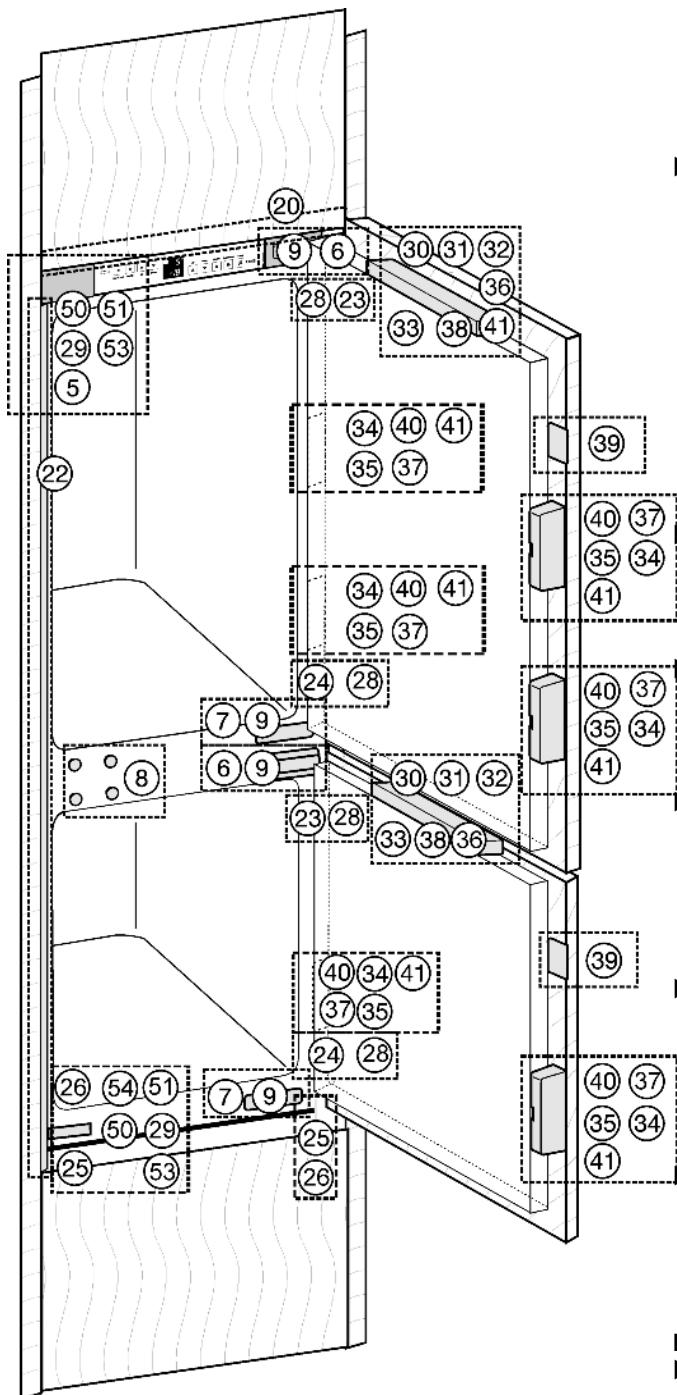
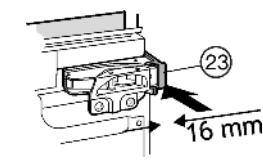
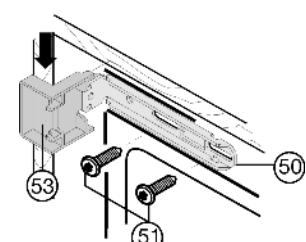
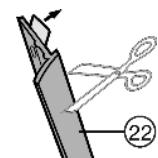

Fig. 8
Fig. 12
Fig. 13
Fig. 14
- Снимите крышки Fig. 8 (5,6,7).
- Зашелкните распорный элемент Fig. 12 (23) на верхнем и распорный элемент Fig. 8 (24) на нижнем шарнире.
- Наденьте верхнюю и нижнюю крышку Fig. 13 (53) на крепежный уголок Fig. 13 (50).
- Закрепите крепежный уголок Fig. 13 (50) вверху и внизу винтами Fig. 13 (51) так, чтобы уголок можно было немного двигать влево и вправо.
- Снимите защитную пленку с декоративной планки Fig. 14 (22). Прикрепите декоративную планку Fig. 14 (22) со стороны ручки заподлицо с лицевой стороной к выступу крышки Fig. 13 (53) и наклейте на боковую стенку устройства.
При необходимости укоротите декоративную планку Fig. 14 (22) внизу: Декоративная планка Fig. 14 (22) должна заканчиваться на 3 мм выше верхней кромки нижнего крепежного уголка Fig. 8 (50).
- Вдвигайте устройство до тех пор, пока крышки Fig. 13 (53) не будут упираться Fig. 13 в боковую стенку предмета мебели.
- Учитывайте конструктивный размер (глубину упорных элементов дверей). Выдвиньте шарниры и крышки Fig. 13 (53) на расстояние, соответствующее этому конструктивному размеру.
- Выставьте устройство прямо, регулируя опоры Fig. 8 (25) при помощи прилагаемого вилочного ключа Fig. 8 (26).